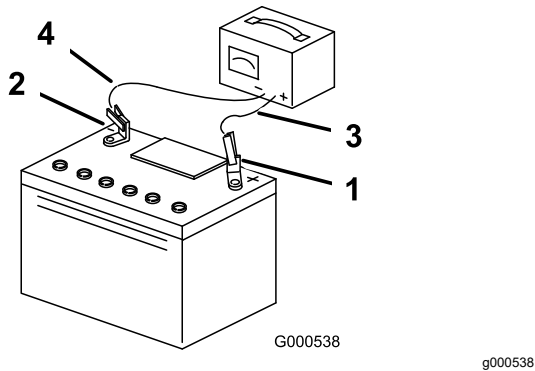

図 47
- 充電が終わったら、チャージャのプラグをコンセントから抜いてから、チャージャのリード線をバッテリー端子から外す 図 47。